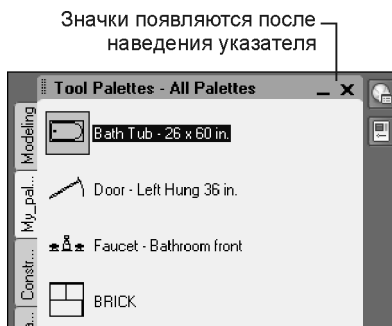

Рис. 2.20. Диалоговое окно палитры, перемещенное к краю рабочего окна программы
2. Теперь щелкните два раза по вертикальному заголовку палитры. Диалоговое окно палитры переместится к краю рабочего окна программы, а в верхней его части появятся горизонтальная строка с заголовком палитры (рис. 2.20). Если подвести указатель курсора к правому краю заголовка, то еще появятся два значка. Щелчок на крестике (×) закрывает окно, а на горизонтальном подчеркике сворачивает его в вертикальную полосу.